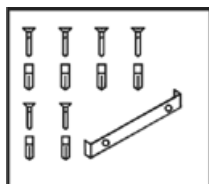

Рис. 11
6. Если Ваша вытяжка будет работать в режиме рециркуляции, на короб мотора необходимо установить угольные фильтры (в комплект поставки не входят) (рис. 9). При этом режиме установка воздуховода на вытяжку не требуется. Рис. 11
8. Поместите внутренний декоративный короб в наружный (для модели Bella ЗР). Установите наружный короб на корпус вытяжки и закрепите его винтами. Внутренний короб поднимите вверх до со вмещения узлов крепления короба и планки и соедините их винтами (рис. 11).